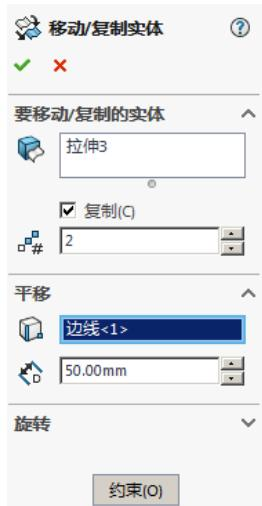

图5.18.4 “移动/复制实体”对话框(三)
可在平移的同时复制实体。在 # 文本框中输入复制实体的数值2(图5.18.4)，完成平移复制后的模型如图5.18.5b所示。
- 在图5.18.4所示的对话框中单击**约束(O)**按钮，将展开对话框中的约束部分，在此对话框中可以定义实体之间的配合关系。完成约束之后，可以单击对话框底部的**平移/旋转(B)**按钮，切换到参数设置的界面。